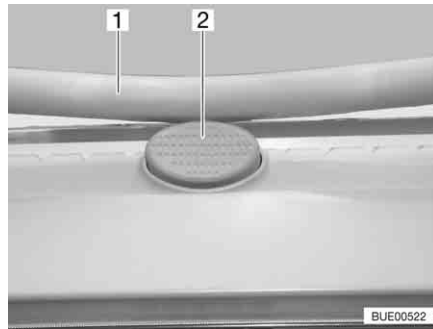

Bild 116 Låsknapp på Heki-takluckan
- Tryck på låsknappen (Bild 116,2) och dra ner bygelns (Bild 116,1) med båda händerna.
- Tryck bygelns uppåt med båda händerna tills bygelns ligger ovanför låsknappen (Bild 116,2).